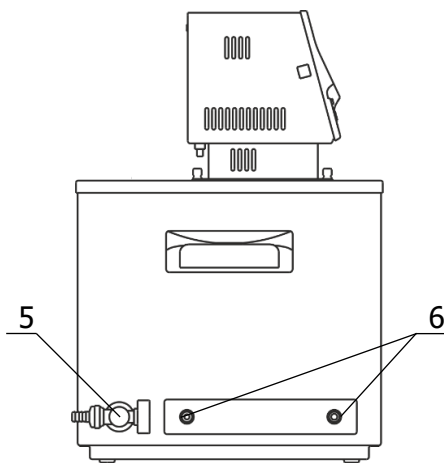

Рисунок 4 — Левая панель термостата
2.2.7 Для работы термостата при температурах теплоносителя, близких к окружающей температуре, может потребоваться дополнительное охлаждение с помощью встроенного теплообменника. В этом случае необходимо подключить термостат к водопроводной сети или к низкотемпературному термостату при помощи шлангов, присоединенных к штуцерам теплообменника 6 (рисунок 4). Поток охлаждающей жидкости должен быть равномерным и, по возможности, небольшим. Дополнительное охлаждение не требуется, если температура теплоносителя выше температуры окружающей среды более чем на 15 °С.
2.4.2 Надеть сливной шланг из комплекта поставки на сливной кран 5 (рисунок 4) и закрепить его хомутом. Свободный конец шланга опустить в емкость для сбора теплоносителя объемом, превышающим объем термостата.